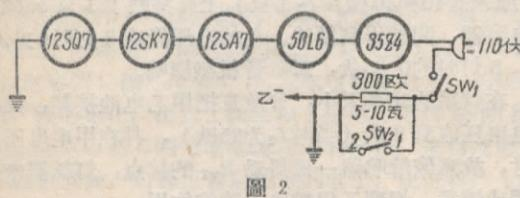
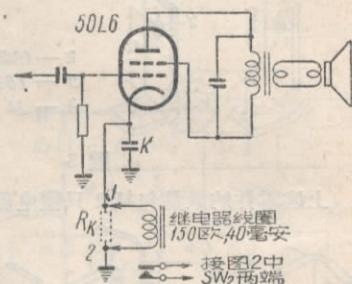

图 2
图 3
材料 电磁铁：1.2公厘厚铁片 A 2块，另薄铁皮 B 2块，尺寸同 A ；接点簧片：薄磷铜皮 C 2条（可利用已损坏了电位器里的铜环剪成）；啞铁：小型输出变压器里硅钢片 D 2块；0.5公厘厚铜弯脚： E 2只， F 2只， G 3只， H 2只；青壳纸 J 4小块。这些零件的尺寸和零件上应该鑽洞或攻螺絲牙的大小和位置见图3。另外再备漆包綫若干，3—6公厘长，直徑2.4公厘的螺絲22只，螺帽16只， $35 \times 100 \times 4$ 公厘厚的膠木板 K 1块，5綫接綫架 M 1块，2公厘粗銅銀合金絲（銅20%，銀80%，可以委托銀飾店代制）、接綫和牛皮紙等少許。
避免灯丝烧断最简单的方法是干脆用 1 只线绕电阻 R 串联在灯丝回路中，但这只电阻的阻值过高，使用时灯丝不能迅速燃热，多费时间，过低时效果不显，一般可用 300 欧。在 R 两端再并联 1 只开关 SW₂（图 2）。使用时先开收音机开关 SW₁，等半分钟左右，灯丝渐热（灯丝电阻随着增高），再把串联的电阻 R 用 SW₂短路，电源电压就全部加到灯丝上，不致因 R 降压太大，影响收音。关闭收音机时，SW₁、SW₂都要关闭，以备下次再开。
阴极电流接地来控制 SW₂ 的接点。在图 3 中 50L6 的阴极原来串联有 1 只 150 欧的代丙电阻 R_K，如虚线所示。现在把这只电阻用直流电阻等于 150 欧的继电器线圈来代替，继电器上的一对接点，就代替了图 2 中的 SW₂，接在 R 的两端。收音机未开前，这一对接点是分开的，R 串联在灯丝回路中。当收音机开启动（SW₁ 闭合），因有 R 的限制，电流只在极短的瞬间到达 0.37 安左右（此电流对灯丝无碍），之后，灯丝逐渐发热，阻值升高。在灯丝温度升高到使阴极发射足够的电子时，流经继电器线圈的阴极电流使铁心磁化，把接点吸住闭合，R 短路，电源电压全部加到灯丝上了。收音机工作时，继电器线圈中有电流通过，接点始终闭合；关机后，线圈失去励磁电流，接点跳开，等于又将 R 串入灯丝回路，以便下次再开。
2. 串联接法 一个电池的正极和另一个电池的负极相接是串联接法，如图3甲。串联的结果，电压相加，电量不变。例如四个电池串联结果，电压增为 $1.5\text{伏} \times 4 = 6\text{伏}$ 。可是电流的输出还是一样的。这正像四部抽水机串联抽水一样。水位一部比一部提高。例如 A 比 B 高10